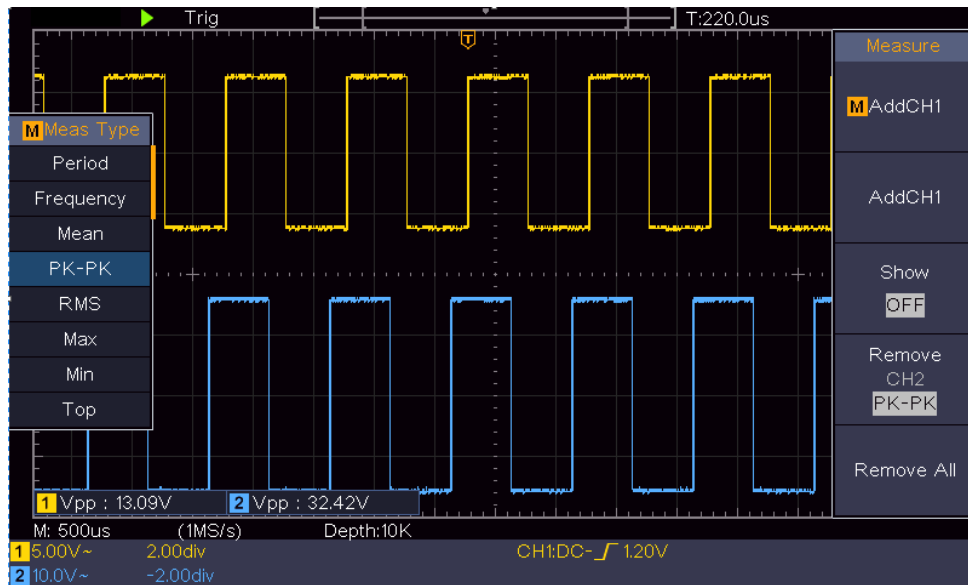

Figura 0-2 Forma de onda de la medición de la ganancia
- (1) Pulse el botón **Autoset** y el osciloscopio ajustará automáticamente las formas de onda de los dos canales en el estado de visualización adecuado.
- (2) Pulse el botón **Medir** para mostrar el menú de la derecha.
- (3) Seleccione **AñadirCH1** en el menú de la derecha.
- (4) En el menú Tipo de la izquierda, gire el mando **M** para seleccionar **PK-PK**.
- (5) En el menú de la derecha, seleccione **AñadirCH1**. Se añade el tipo de pico a pico del CH1.
- (6) En el menú de la derecha, seleccione **AñadirCH2**. Se añade el tipo de pico a pico del CH2.
- (7) Lea las tensiones pico a pico del Canal 1 y del Canal 2 en la parte inferior izquierda de la pantalla (ver *Figura 0-2*).
(8) Calcula la ganancia del amplificador con las siguientes fórmulas.